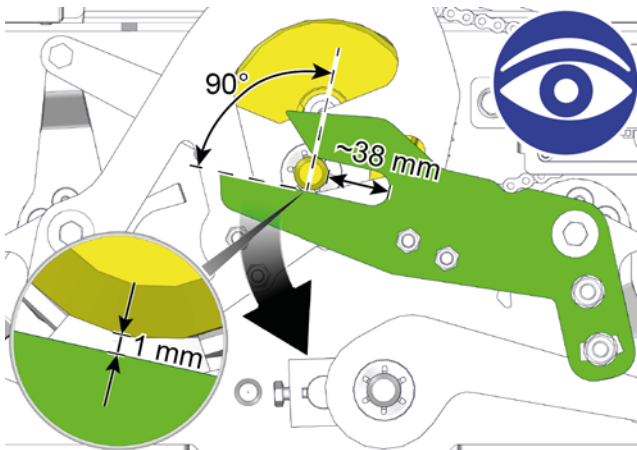
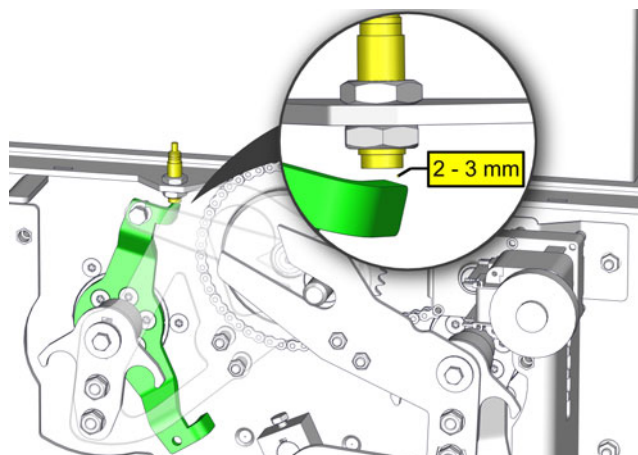

Fig. 6-14: Contrôle de la distance
Fig. 6-22: Écart correct
i En cas de marche par à-coups, le message d'erreur "Le moteur pour le nettoyage de l'échangeur de chaleur est bloqué" apparaît. Pour remédier à ce problème, vérifiez l'état des turbulateurs et référez-vous aux instructions d'entretien. Contrôlez également le réglage du nettoyage de l'échangeur, voir Fig. 6-14: "Contrôle de la distance". Il se peut que le capteur de position délivre des valeurs erronées en raison d'une distance de mesure incorrecte, voir Fig. 6-22: "Écart correct".
3. À l'aide du volant manuel sur le moteur, tournez la manivelle jusqu'à atteindre le point mort inférieur. Celui-ci est atteint lorsque la manivelle est à 90° par rapport à la surface de déplacement du levier (voir graphique Fig. 6-14: "Contrôle de la distance"). Pour le contrôle, la distance peut aussi être vérifiée, voir le graphique Fig. 6-14: "Contrôle de la distance".